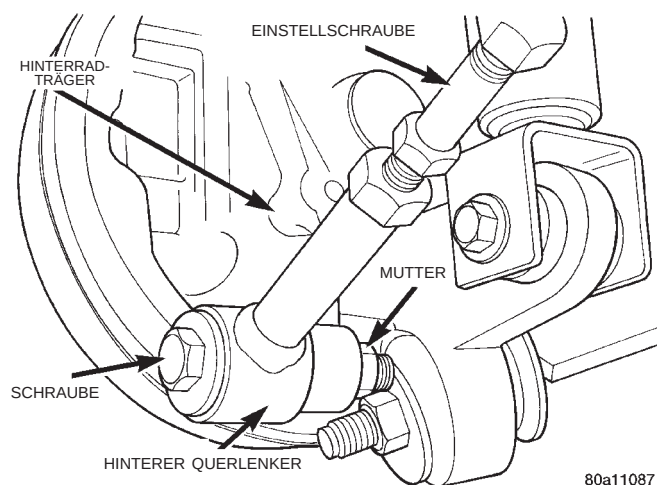
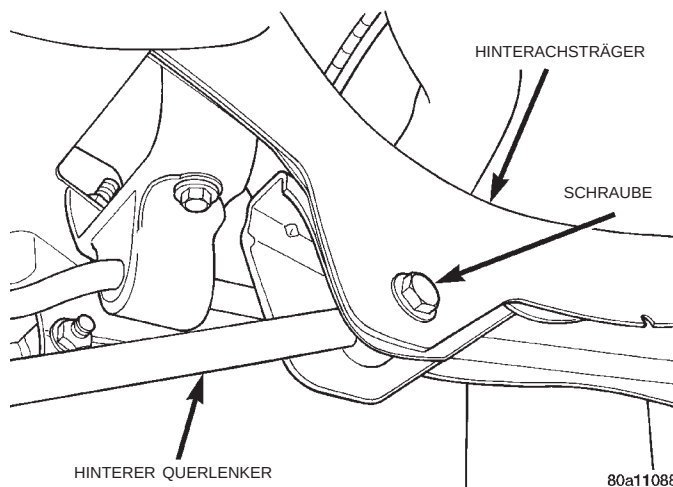

Abb. 45 Befestigung des hinteren Querlenkers am Hinterachsträger
Abb. 46 Befestigung des hinteren Querlenkers am Hinterachsträger
(1) Fahrzeug anheben. Dazu Unterstellböcke oder eine Hebebühne verwenden, die am Rahmen ange-setzt wird (siehe Kapitel 0, Schmierung und Wartung, Abschnitt "Anheben des Fahrzeugs").
(2) Das Hinterrad auf der Seite abbauen, auf der der Querlenker ausgebaut werden muß.
(3) Mutter, Schraube und Unterlegscheibe des hinteren Querlenkers vom Hinterradträger lösen (Abb. 45).
(4) Mutter und Schraube des hinteren Querlenkers vom Hinterachsträger lösen (Abb. 46).
(1) Hinteren Querlenker einbauen. Mutter und Schraube des Querlenkers am Hinterachsträger montieren (Abb. 46). **Der hintere Querlenker ist so einzubauen, daß die Einstellschraube zum Hinterradträger (nicht zum Achsträger) gerichtet ist (Abb. 45).**
(2) Querlenker mit Mutter, Unterlegscheibe und Schraube am Hinterradträger montieren (Abb. 45).
(3) Beide Befestigungsschrauben des Querlenkers mit einem Anzugsmoment von 108 N·m (80 ft. lbs.) festziehen.
(4) Rad anbauen. Radmuttern in der vorgeschriebenen Reihenfolge bis zum halben Anzugsmoment anziehen. Dann die Muttern in derselben Reihenfolge noch einmal bis zum vollen Anzugsmoment von 135 N·m (100 ft. lbs.) festziehen.
(5) Fahrzeug absenken.
(6) Einstellung der Hinterräder überprüfen und ggf. korrigieren. Anleitungen hierzu finden Sie am Anfang dieses Kapitels.